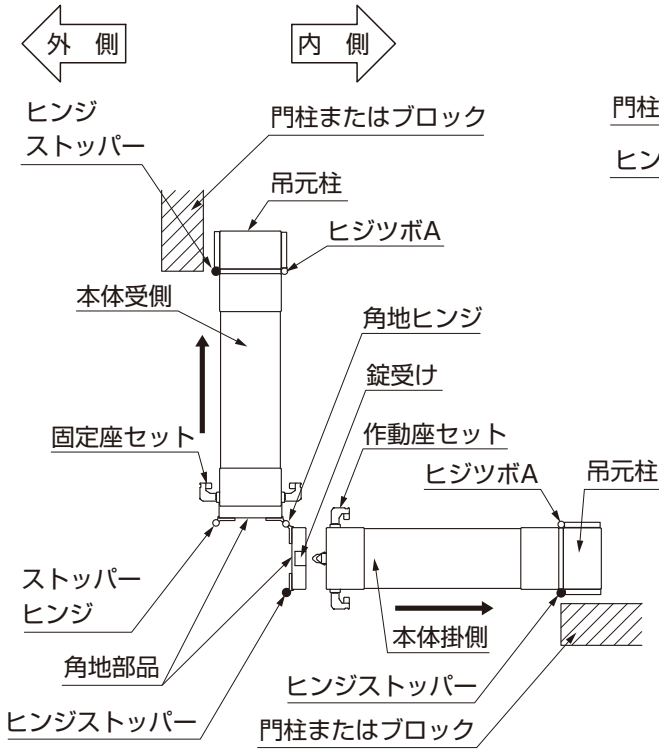
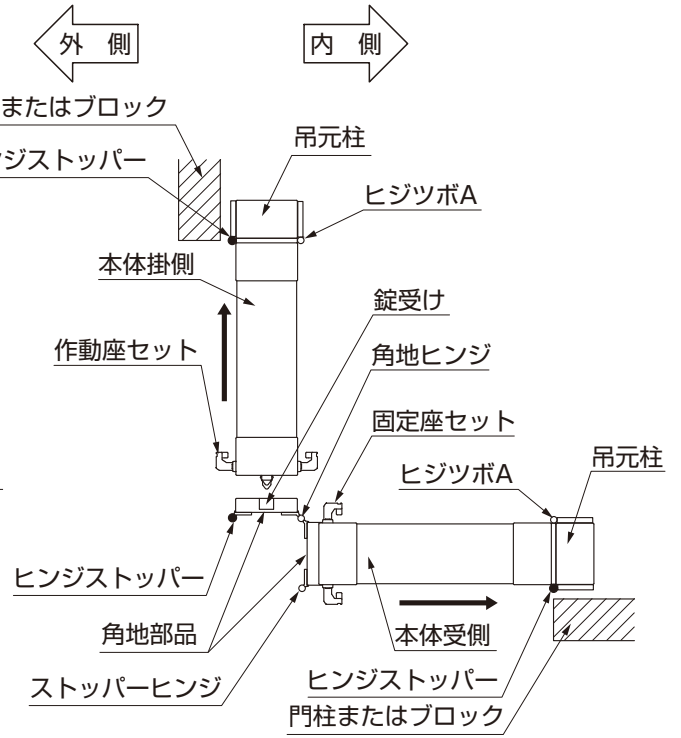
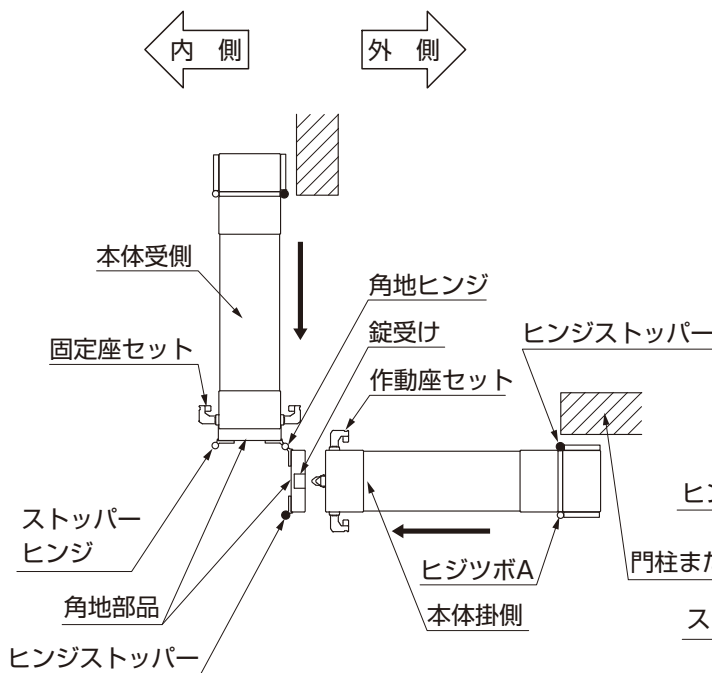

図3-1 角地左コーナー
図3-2 角地右コーナー
図3-3 逆角地右コーナー
①「3-1 角地の種類」の図3-1・図3-3はそのまま仕様できますが図3-2・図3-4は、ヒンジとストッパーヒンジを左右付替えてください。